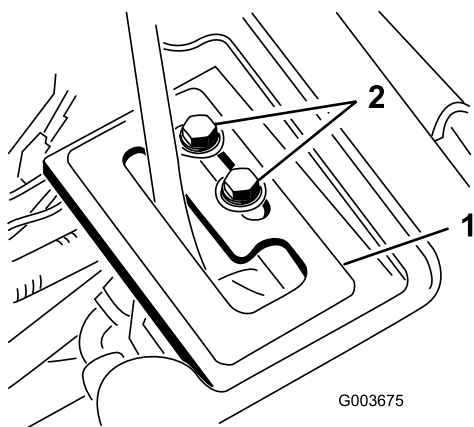

Figura 17
1. Inserire la piastra di guida della leva sulla leva di sollevamento e fissarla al telaio senza stringere eccessivamente con 2 viti a testa flangiata e rondelle (Figura 17).
e retrainare a mano il cilindro di sollevamento (Figura 17).
7. Serrare entrambe le viti di montaggio della piastra di guida della leva di sollevamento per mantenere la regolazione (Figura 17).